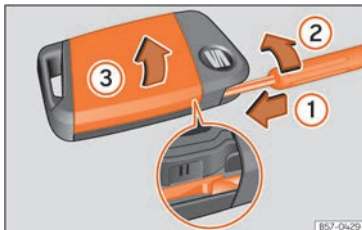

Abb. 76 Fahrzeugschlüssel: Deckel des Batterieabdeckels öffnen.
- Führen Sie einen Schlitzschraubendreher durch die äußere Führung des Notschlüssels in den Fahrzeugschlüssel ein, ca. 1 cm in Pfeilrichtung »» **Abb. 76 ①**.
- Drehen Sie den Schraubendreher im Uhrzeigersinn, bis sich die Abdeckung öffnet »» **Abb. 76 ②**.
- Bewegen Sie die Abdeckung in Pfeilrichtung »» **Abb. 76 ③** und nehmen Sie sie ab »» ①.